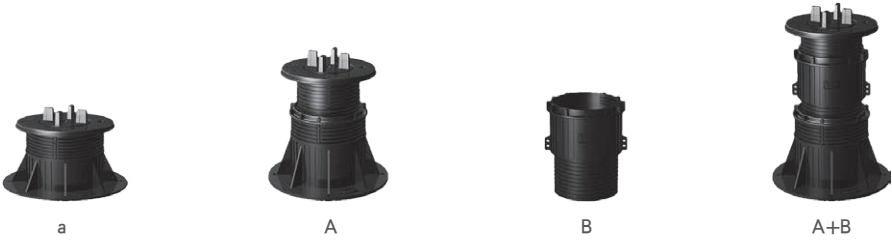

图3 YKL®易卡联万能支撑器产品增高组装示意图
- 3) YKL®易卡联万能支撑器增高组装示意图见图3，产品类型、型号、架空高度、坡度和增高组合见表3-2所示。